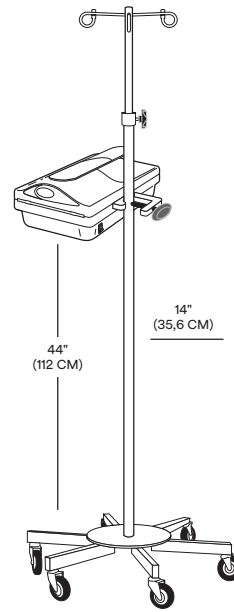

Figure 3
1. Fixez l'unité de réchauffement pour sang/liquide Ranger à la potence I.V. Serrez bien le clamp de la potence (voir la Figure 3).